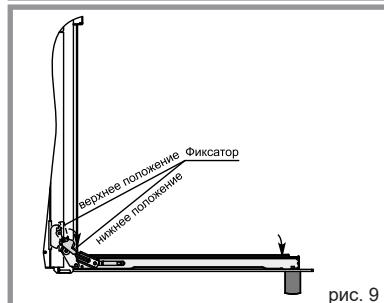

рис. 9
2. Повернуть фиксатор шарнира в крайнее нижнее положение см. рис. 9;